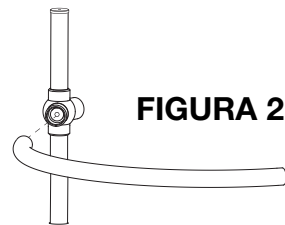

FIGURA 2
2 Deslice un extremo del caño curvo (1) en el receptor (4E) de una de las patas (2). Asegúrese de que la parte inferior del caño entre en el receptor. Repita con la pata opuesta. Inserte y ajuste los tornillos (4J) de ajuste usando la llave Allen de 3/32" (4A) suministrada. (Ver la Figura 2)